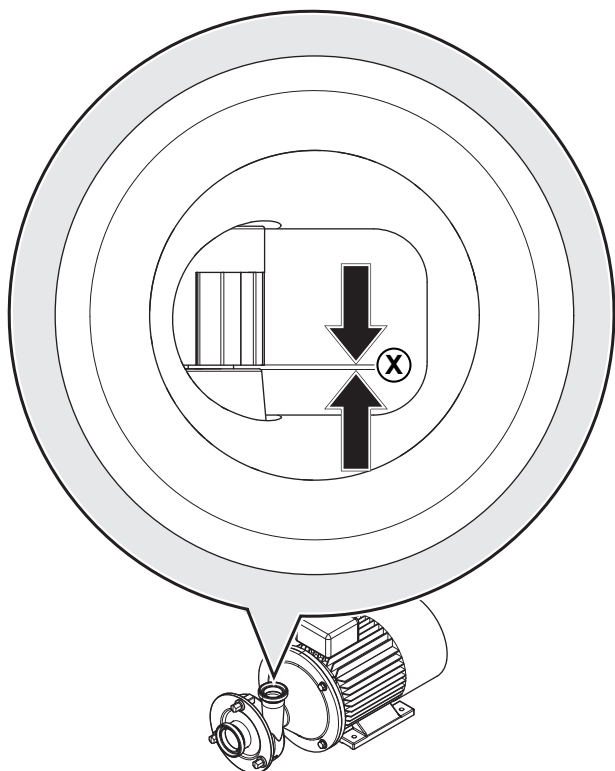

Abb. 28 Spaltmaß Laufrad–Pumpendeckel messen
2. Spaltmaß innerhalb des Rohrleitungsanschlusses (Druckleitung) messen. Siehe hierzu Abb. 28 „Spaltmaß Laufrad–Pumpendeckel messen“.